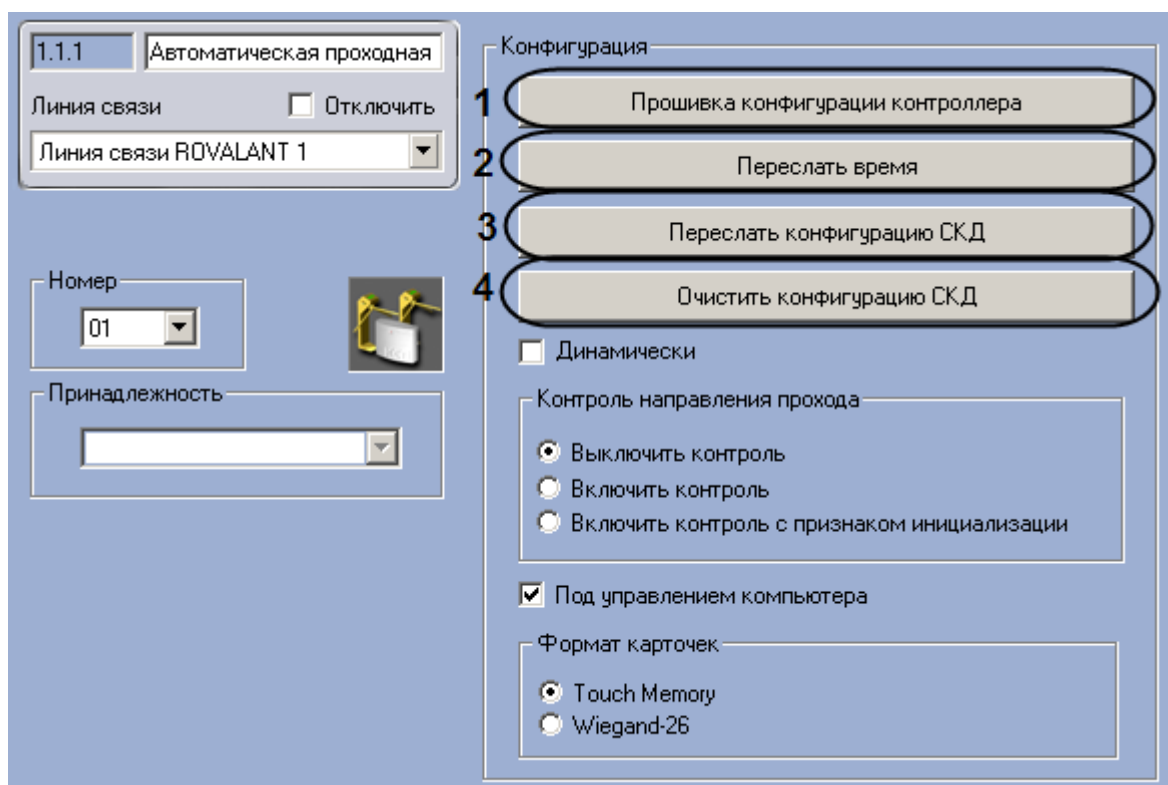

Рис. 3.4—5. Пересылка конфигурации автоматической проходной
1. Перейти на панель настроек объекта **Автоматическая проходная** (Рис. 3.4—5).
2. Для пересылки на автоматическую проходную конфигурации с контроллера нажать на кнопку **Прошивка конфигурации контроллера** (см. Рис. 3.4—5, **1**).
3. Для пересылки времени Сервера на автоматическую проходную нажать на кнопку **Переслать время** (см. Рис. 3.4—5, **2**).